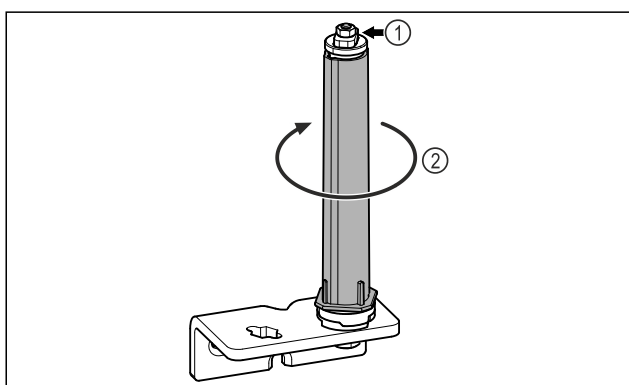

Fig. 21
► Deursluitsysteem Fig. 21 (1) niet demonteren.
► Sluitsysteem Fig. 21 (2) draaien, tot deze vastklikt.